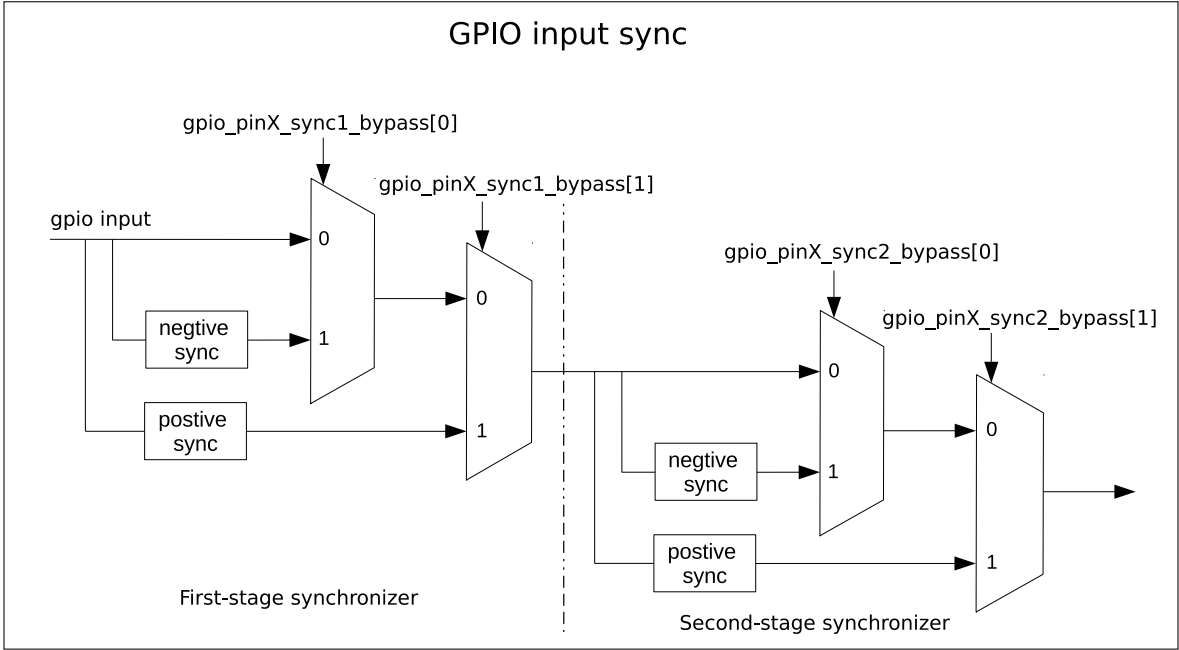

图 19-2. GPIO 输入经 clock 上升沿或下降沿同步
GPIO SYNC 模块的功能如图 19-2 所示。其中，negative sync 为 GPIO input 经过 APB clock 的下降沿同步，positive sync 为 GPIO input 经过 APB clock 上升沿同步。
- 如图 19-2 所示，配置 `GPIO_PIN x _SYNC1_BYPASS` 使能输入信号第一拍为上升沿或者下降沿同步。
- 如图 19-2 所示，配置 `GPIO_PIN x _SYNC2_BYPASS` 使能输入信号第二拍为上升沿或者下降沿同步。